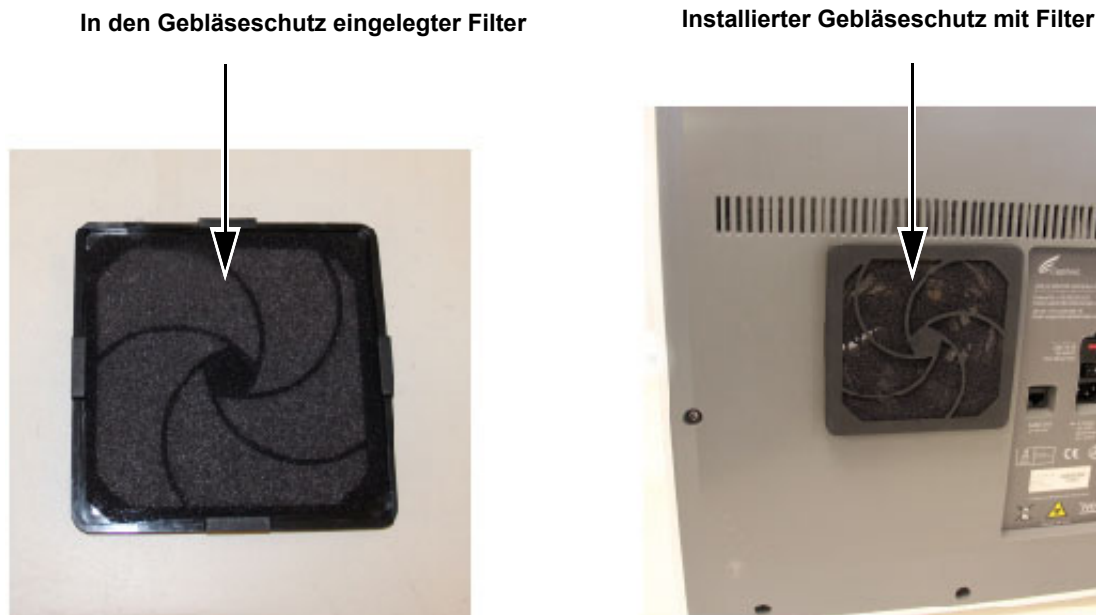

Abbildung 9-23. Filter und Schutz wieder anbringen
7. Bringen Sie den Gebläsefilterschutz in einer Einheit mit dem Filter in Position. Drücken Sie die Seiten des Gebläseschutzes fest auf das Gebläsegehäuse, bis der Griff am Gebläse einrastet. Drücken Sie die Unterkante des Gebläseschutzes an, bis der Griff am Gebläse einrastet. Vgl. Abbildung 9-23.